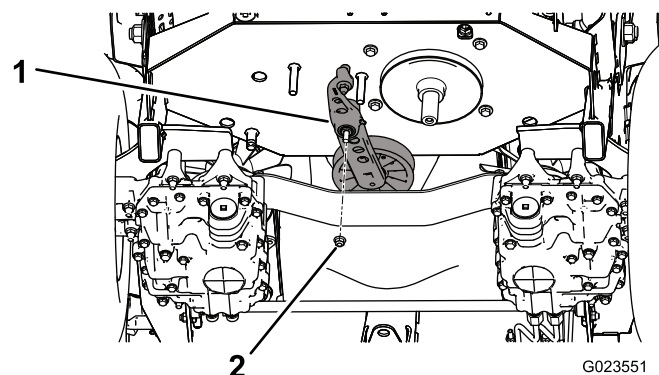

Bild 57
5. Entfernen Sie die Mutter, mit der der Spannarm am Rahmen befestigt ist (Bild 57).